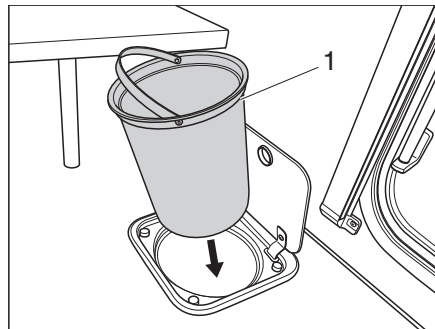

Bild 156 Abfallbehälter Küche
- Abfallbehälter (Bild 156,1) am Henkel entnehmen und nach den gültigen Vorschriften entleeren.